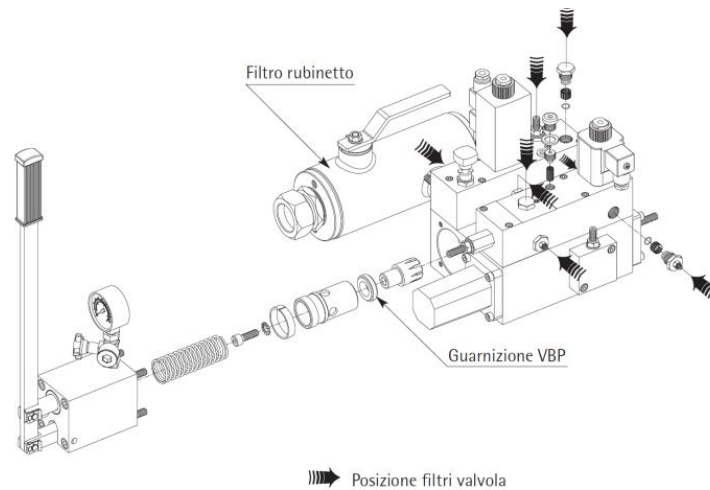

Fig. 44 – Sostituzione guarnizione VBP e pulizia filtri
- Sostituire la guarnizione del VBP come segue (vedi Fig. 44)
- In occasione di revisione generale o quando si presentano anomalie di funzionamento, pulire tutti i filtri che si trovano in corrispondenza delle elettrovalvole ed indicati nella Fig. 44